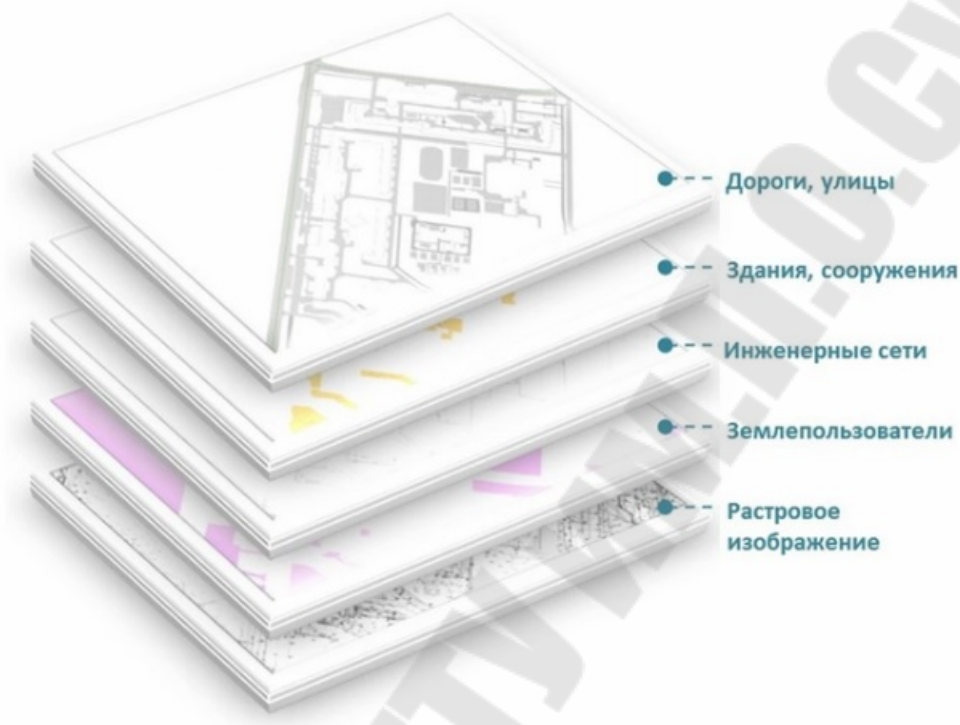

Рис. 2.79. Слои чертежа
**Слои** подобны прозрачным листам кальки, лежащим поверх одного основного листа. На эти листы кальки нанесены графические образы различных объектов, объединенных или сгруппированных по некоторому признаку (например, по функциональному назначению, расположению и т. п.), а размещение этих объектов «привязано» к графическим объектам, находящимся на основном или на других листах (рис. 2.79).